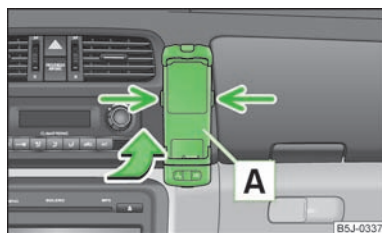

Fig. 90
- Poussez d'abord l'adaptateur [A] dans le sens de la flèche » fig. 90 jusqu'en butée dans le support. Appuyez ensuite légèrement sur l'adaptateur pour qu'il s'enclenche.
- Appuyez simultanément sur les verrouillages latéraux du support » fig. 90 et extrayez le téléphone avec l'adaptateur.